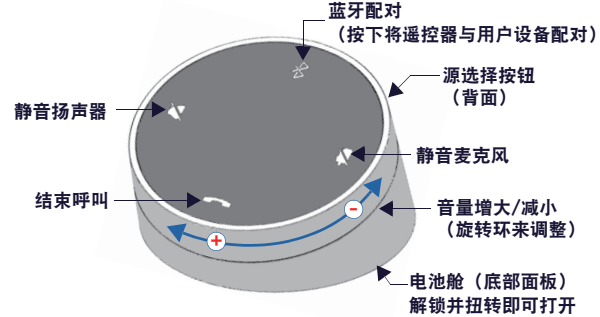

图 9 ACENDO VIBE 遥控器
ACV-2100 随附无线遥控器 (图 9) :
- 按住遥控器上的源选择按钮和蓝牙配对按钮 5 秒钟 (见图 9)。遥控器上的所有 LED 此时应该开始闪烁或保持 (每秒一次)。